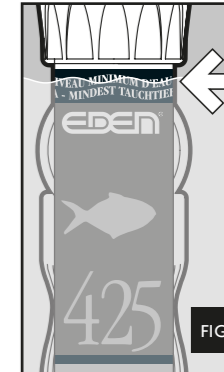

FIG. 1
- ◆ The heater must be submersed to at least the "MINIMUM WATER LEVEL" indication (fig. 1).
To obtain the best distribution of heat in the tank, place the heater inside the aquarium so that the water can circulate freely around the glass tube, with the heating element part at the bottom of the aquarium. Otherwise the thermostat cannot work correctly. The heater is fully submersible and for correct functioning it must be submersed at least till the "MINIMUM WATER LEVEL" mark (fig. 1).
- ◆ Le chauffage doit être immergé au minimum jusqu'à l'indication "NIVEAU MINIMUM DE L'EAU" (fig. 1).
- Le chauffe-eau est complètement submersible et pour fonctionner correctement il doit être immergé au moins jusqu'au repère "NIVEAU MINIMUM DE L'EAU" (fig. 1).
- ◆ *De staafverwarming moet minimaal tot het streep "MINIMUM WATER LEVEL" (afb. 1) onder water zitten.*
- Voor een ideale verdeling van de warmte is de staafverwarming op een plek te zetten, met een zo goed als mogelijk watercirculatie. Het moet verticaal het verwarmingselement richting aquarium bodem worden vast gezet. De staafverwarming kan volledig worden ondergedompeld maar moet minimaal tot het streep "MINIMUM WATER LEVEL" (afb. 1) onder water zitten.
- ◆ *El termocalentador se sumergirá como mínimo hasta la indicación "NIVEL MÍNIMO DE AGUA" (fig. 1).*
El termocalentador es completamente sumergible, y para que funcione correctamente se debe sumergir al menos hasta la marca "NIVEL MÍNIMO DE AGUA" (fig. 1)